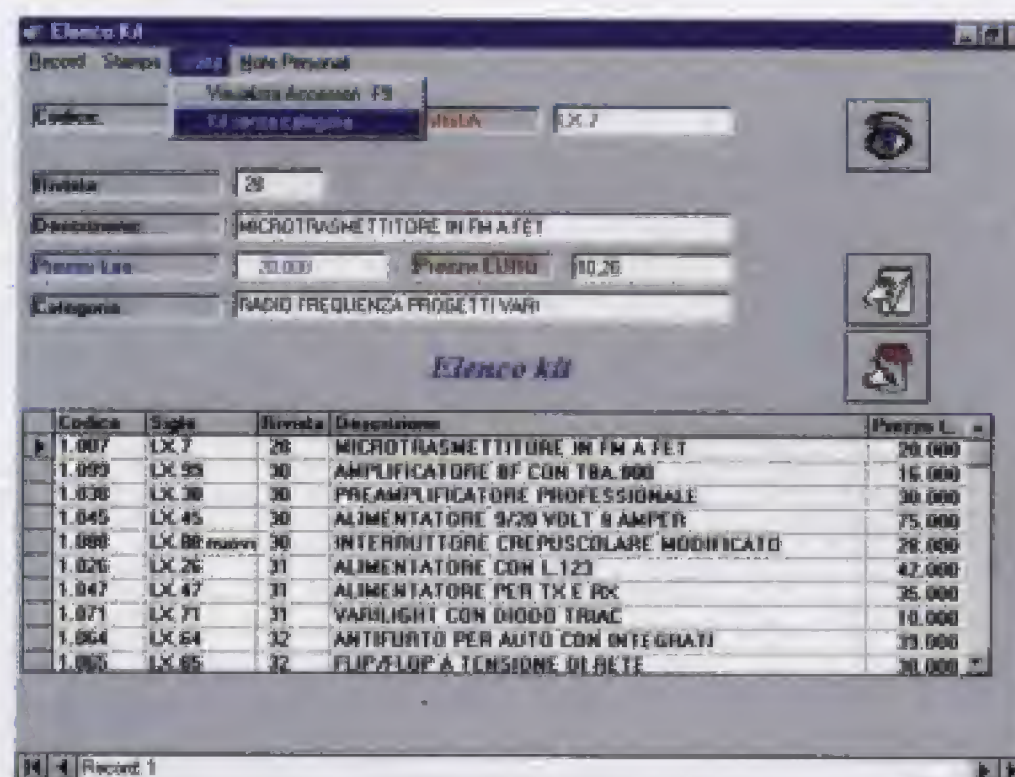

Fig.26 L'istruzione **Kit senza categoria** nel menu **Utilità** consente di ritrovare i kit che non sono associati a nessuna delle categorie presenti in memoria.
- Aprite il menu **Utilità** e selezionate il comando **Kit senza Categoria** (vedi fig.26).